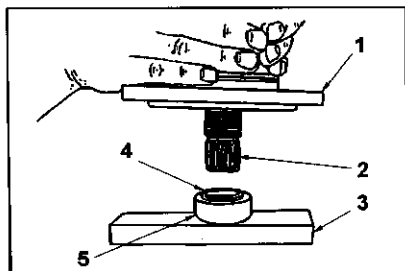

图 7-3-11 主动小齿轮隔套的拆卸
(1) 旋下超速离合器壳与支架的安装螺栓,然后将离合器壳与支架分开。
(2) 拆下超速离合器外座圈卡环,然后拆下外座圈。
(3) 用止转楔 6534(或类似工具)及一个合适的扳手旋下小齿轮螺母。
(4) 旋下前盖安装螺钉,然后拆下前盖。
(5) 在主动小齿轮轴下放一合适的木块(见图 7-3-11),将小齿轮轴垫在木块上,敲小齿轮,以拆下隔套(确保不损坏隔套)。垫片应与支架壳一起装上,这样就可避免垫片损伤 O 型环。